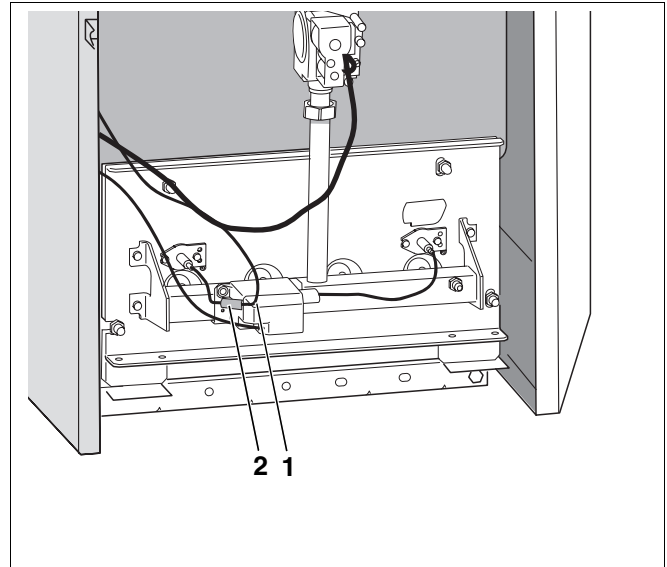

Abb. 32 Berührungsschutz entfernen
- Berührungsschutz (Abb. 32, **Pos. 2**) am Überwachungskabel (Abb. 32, **Pos. 1**) entfernen und Steckverbindung lösen.